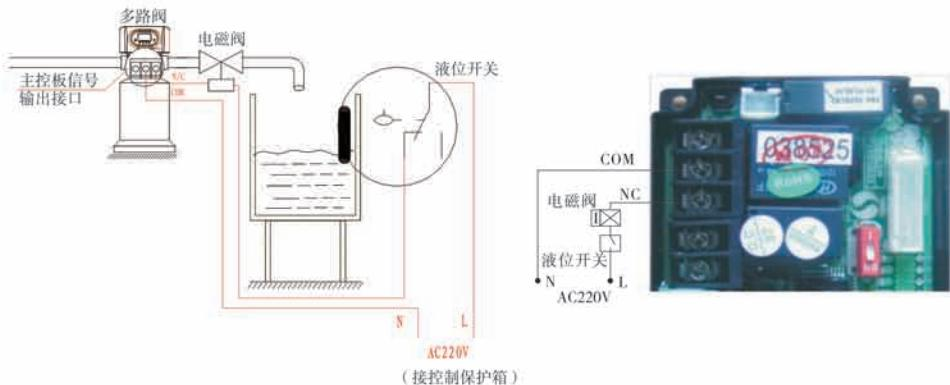

图 3-1 控制出口电磁阀的接线图
**应用说明：**当需要出水口在再生过程中无硬水流时（主要是旋转过程中无硬水流时。控制阀到达反洗、吸盐等各工位时，出水口自动无硬水流时），可在出水口加装电磁阀，其接线方式如图3-1：